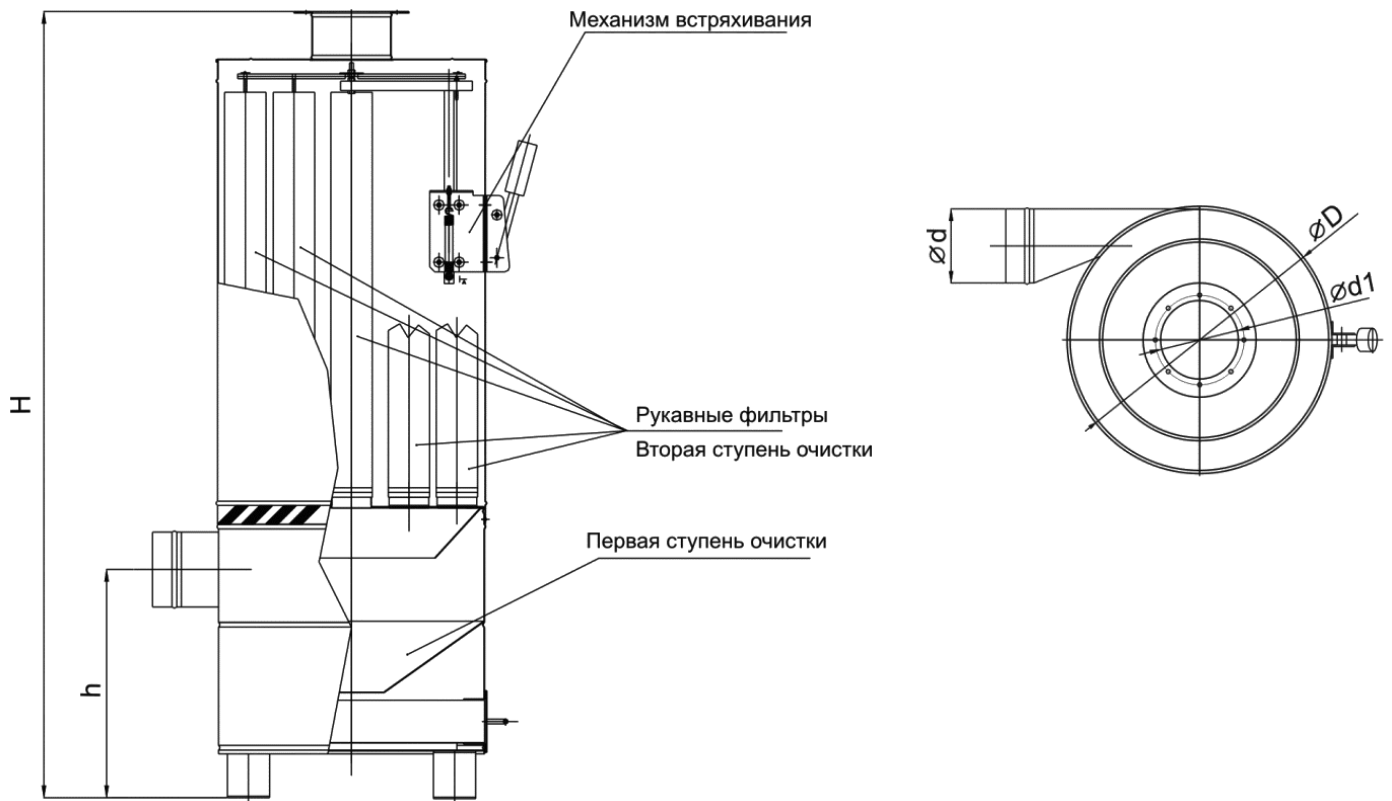

Рисунок 1
- 7.2. Периодически, в зависимости от интенсивности работы необходимо, отключив ПУ от вентиляционной системы или выключив саму систему, несколько раз дёрнуть на себя ручку механизма встряхивания (рис. 1). После чего продолжить работу. В случае подвижного исполнения необходимо корпус ПУ придерживать рукой.